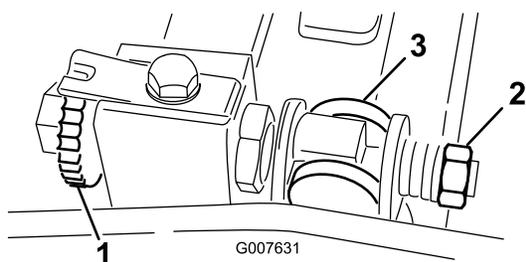

Figura 55
1. Rode o parafuso de ajuste da barra de apoio no sentido contrário ao dos ponteiros do relógio, para afastar a lâmina de corte do cilindro (Figura 55).
2. Faça recuar a porca da mola tensora até que a anilha deixe de estar sob tensão contra a barra de apoio (Figura 55).